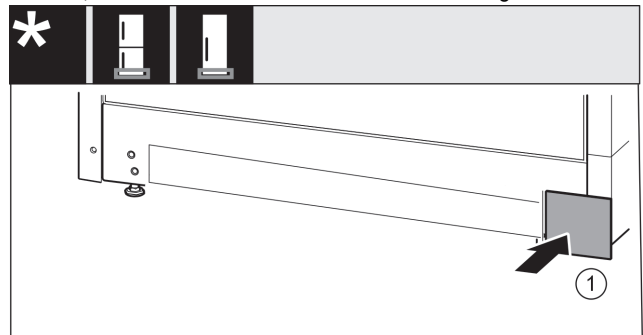

Fig. 48
- Abdeckung Fig. 48 (1) auf der anderen Seite wieder aufsetzen.